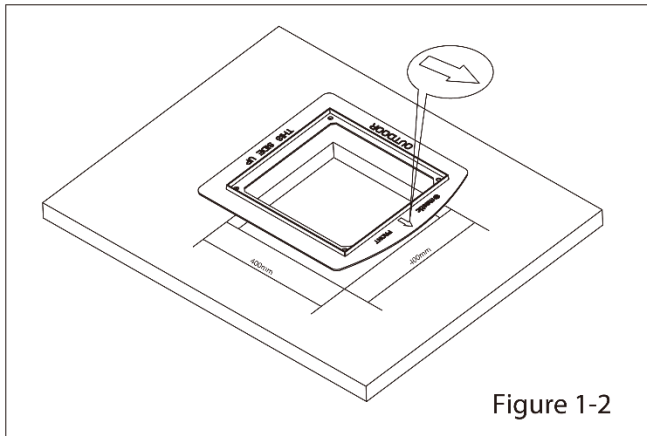

Figure 1-2
4. Installieren Sie ihn in der Öffnung im Fahrzeugdach gemäß der durch den Pfeil in Abbildung 1-2 angegebenen Richtung (die Pfeilrichtung sollte zur Vorderseite des Fahrzeugs zeigen).